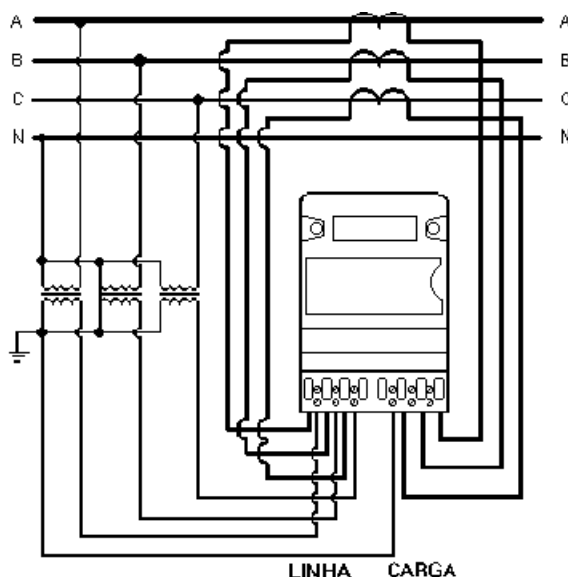

Figura 6.1 - Ligação Medição Indireta a 3 elementos com TC e TP
- Figura 6.1 - Ligação Medição Indireta a 3 elementos com TC e TP
- Retire a bateria do compartimento na tampa externa, vide figura 6.1.